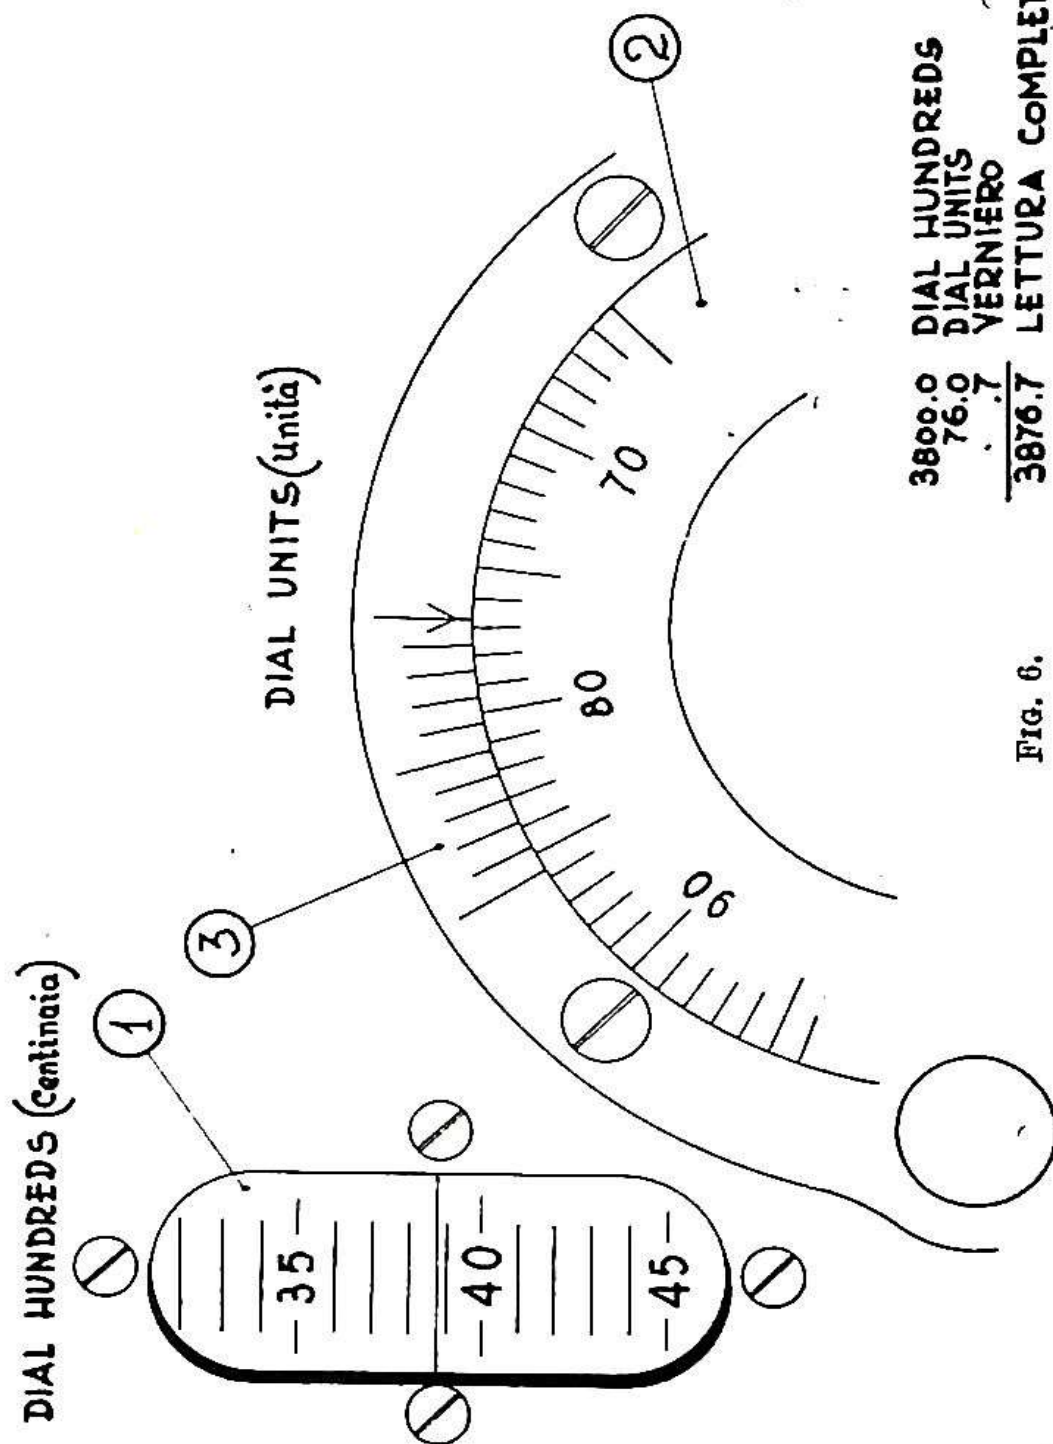

FIG. 6.
Lettura della frequenza. — La posizione del condensatore di sintonia viene individuata da un numero di quattro cifre, delle quali le prime due si leggono sulla graduazione di un tamburo ad asse orizzontale visibile attraverso la feritoia (1) (vedi Fig. 6) sopra la quale è scritto DIAL HUNDREDS, mentre le altre due si leggono sulla graduazione del disco (2) sopra il quale è scritto DIAL UNITS; inoltre mediante il verniero (3) di cui è dotato il suddetto disco si può apprezzare la prima cifra decimale. Così per esempio nella Fig. 6 la posizione della graduazione della sintonia è individuata dal numero: